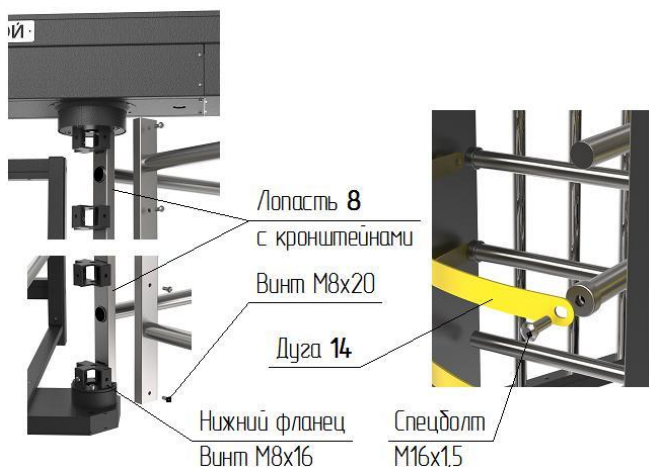

Рис. 6
- в первую очередь установите на посадочные плоскости фланцев лопасть с внутренними кронштейнами (рис.6) и закрепите винтами М8 (не затягивая их), положение "верх" указано маркировкой;